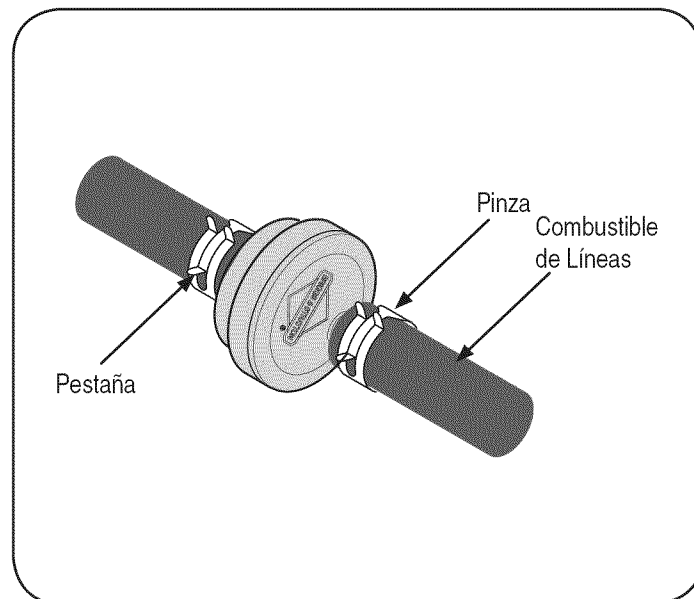

Figura 9
2. Utilice pinzas para apretar las pestañas en las pinzas y, a continuación, deslice el abrazaderas lejos del filtro de combustible. Twist y tire de la líneas de combustible fuera del filtro de combustible. Vea la Figura 9.